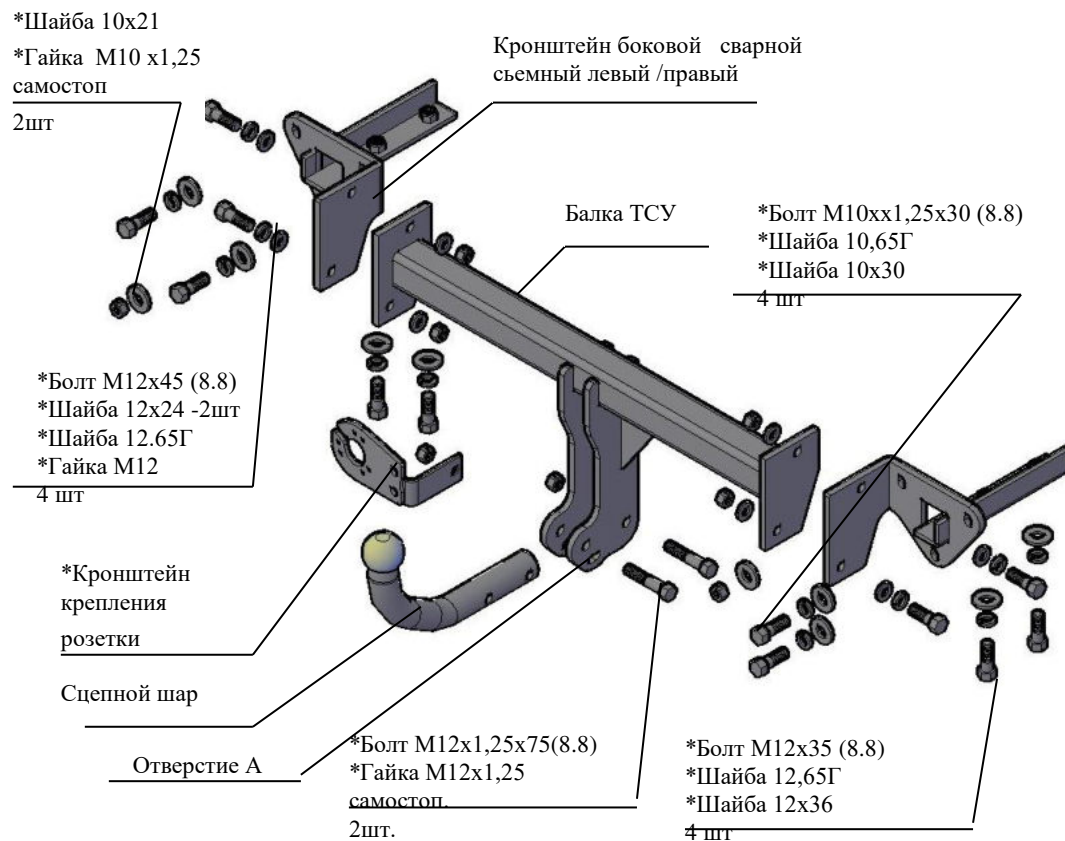

Рис.1 Тягово-сцепное устройство 8510 .
2.1 ТСУ 8510. в сборе (рис.1)	1 шт.
2.2 Пакет с комплектующими (см. рис.1)	1 шт.
4.2 Установить боковые сварные съемные кронштейны в лонжероны а/м (правый и левый соответственно рис.1), закрепить болтами М12х35, подложив под головки болтов шайбы 12.65Г и шайбы 12х36, к фартуку а/м закрепить болтами М10х1,25х30 (используя штатные приварные гайки), подложив под головки болтов шайбы 10.65Г и шайбы 10х30, к штатным болтам крепить гайками М10х1,25 самостоп, подложив шайбы10х21. Крепеж не затягивать.